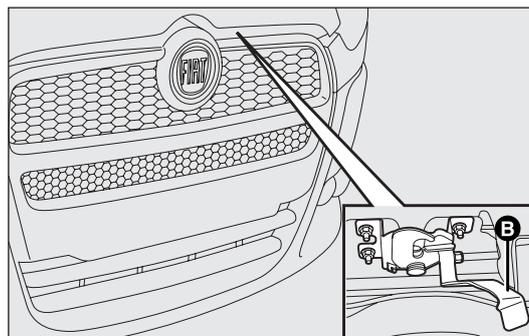
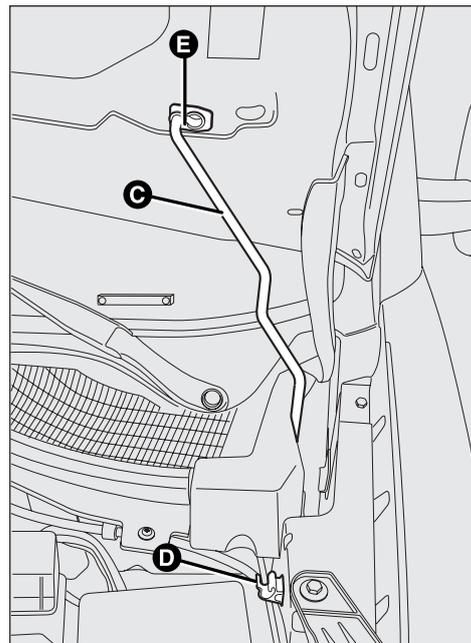

fig. 94
fig. 95
- actúe en la palanca B-fig. 94, levante el capó y, al mismo tiempo, suelte la varilla de sujeción C-fig. 95 de su dispositivo de bloqueo D-fig. 95, a continuación, introduzca el extremo de la varilla en el alojamiento E-fig. 95 del capó (orificio grande) y empuje a la posición de seguridad (orificio pequeño), como se muestra en la figura.
## Cierre fig. 95